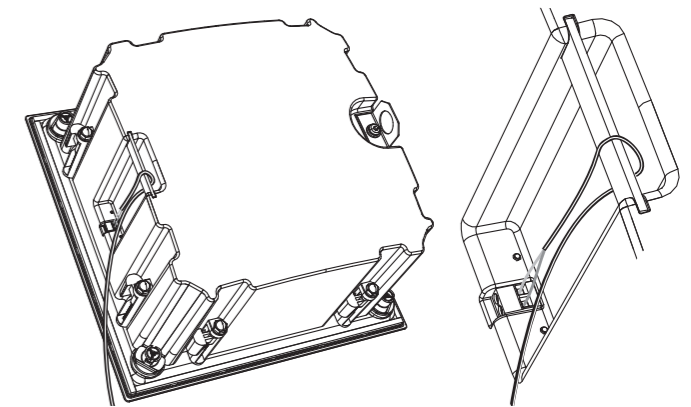

Fig. 15. Wiring the back can
3. Das Lautsprecherkabel kann in der Nähe der Schraubklemmen auf der Rückseite um die Stange gewickelt werden (Abb. 15).